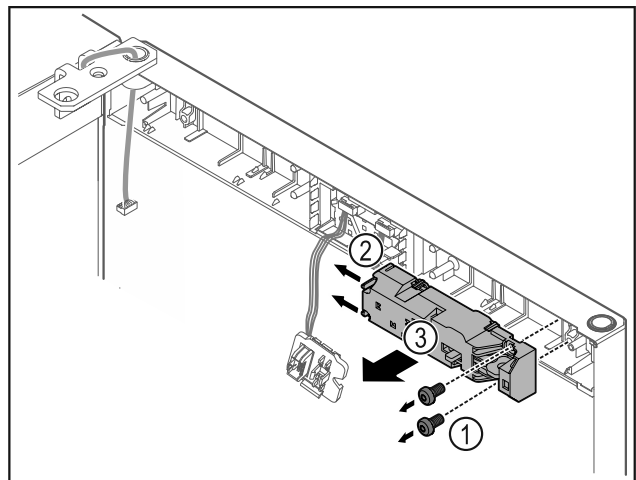

Fig. 17
- ▶ Зніміть гвинти Fig. 17 (1).
- ▶ Фіксувальний виступ Fig. 17 (2) відтиснути вбік і зняти дистанційний замок Fig. 17 (3).